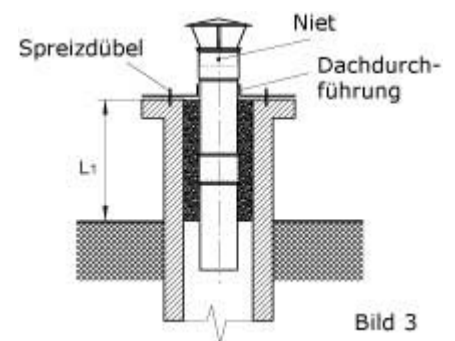

Bild 3
9. Jetzt die Schornsteinhaube draufsetzen und anhand von Popnieten (min. 2 Stück) befestigen (siehe Bild 3).
12. Falls der Keramikschornein mehr als 0,3 m über Dach austragt (Abmaß L1 Bild 3), sollen die Schornsteineinsätze mit Mineralwolle oder mit speziellen wärmegeprägten Rohrteilen ab Schornsteinmündung bis unter die Dachfläche isoliert werden. Solche Wärmedämmung sollte auch dann eingesetzt werden, wenn der Schornstein teilweise durch einen nicht beheizten Raum verläuft (z.B. durch den Dachboden oder Dachgeschoss).